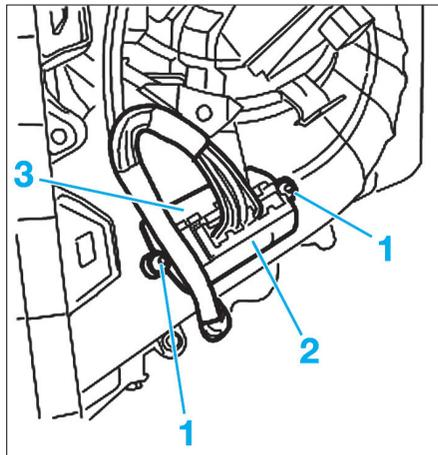

Fig. 30
- Débrancher le connecteur (1) (Fig.30).
- Déposer les vis (2) et extraire la résistance (3).